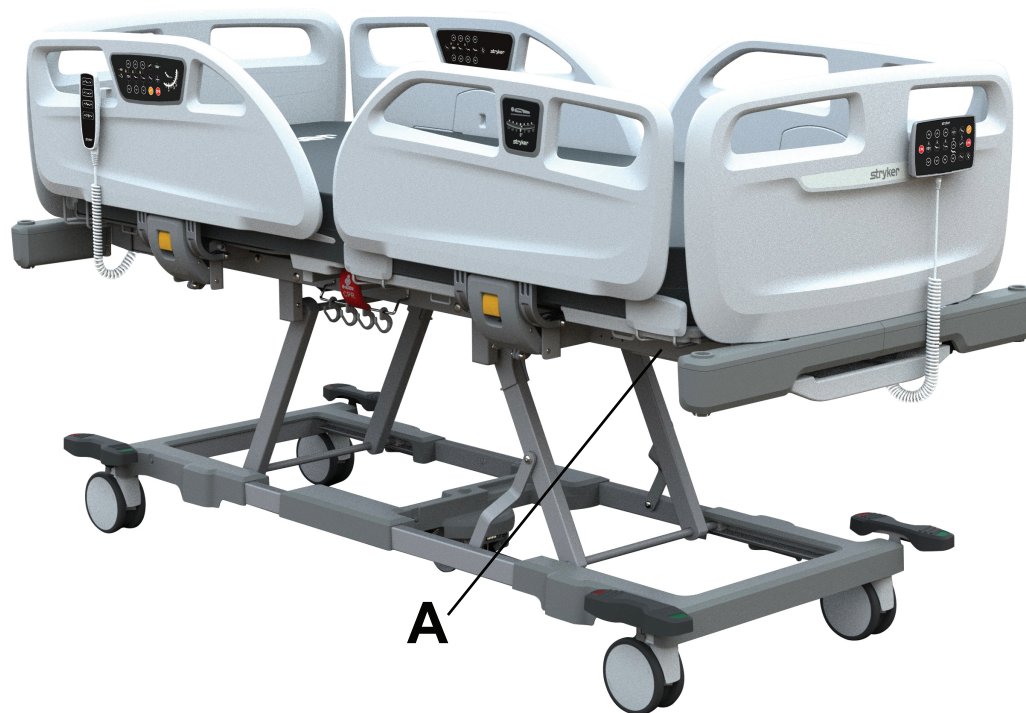

図 6 – Strykerシリアル番号および仕様ラベルの位置
Strykerのシリアル番号および仕様ラベル (A) は、本製品の足側端部付近における患者用サイドレールの下にあります (図 6)。